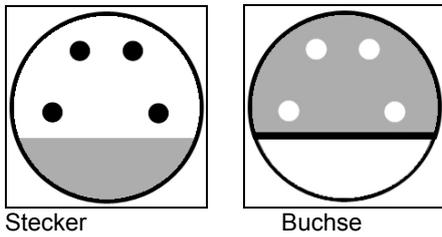

Abb. 1
- 2** Verbinden Sie den Stecker zwischen Oberschenkel- und Fußteil (Abb. 1, 4 & 5, Seite 13 ).
- 3 & 4** Verbinden Sie die beiden Stecker zwischen dem Kopfteil und dem Sitzteil von MiS® Activ (Abb. 1 bis 3, Seite 13).